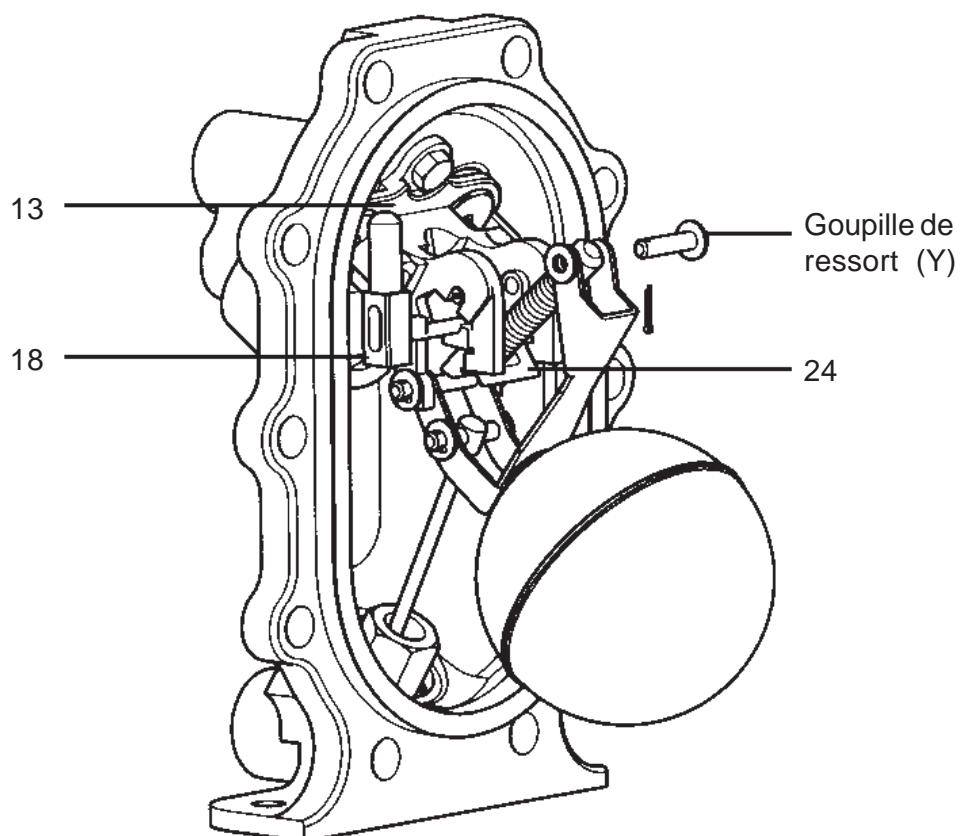

Fig. 24
15. Pour enlever la soupape d'échappement (rep. 18), retirer l'axe supérieur de ressort (Y) après avoir déposé la goupille et la rondelle (Fig. 24).
18. Aligner la rainure sur la soupape d'échappement (rep. 18) avec le levier (rep 24) (Fig. 24).
23. Lorsque vous remontez la goupille de ressort (Y) (30 mm de long), toujours utiliser de nouvelles goupilles et rondelles.